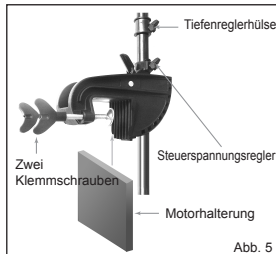

Abb. 5
2. Installieren Sie den Motor auf der Motorhalterung und ziehen Sie die beiden Klemmschrauben gut fest. (Siehe Abb. 5)